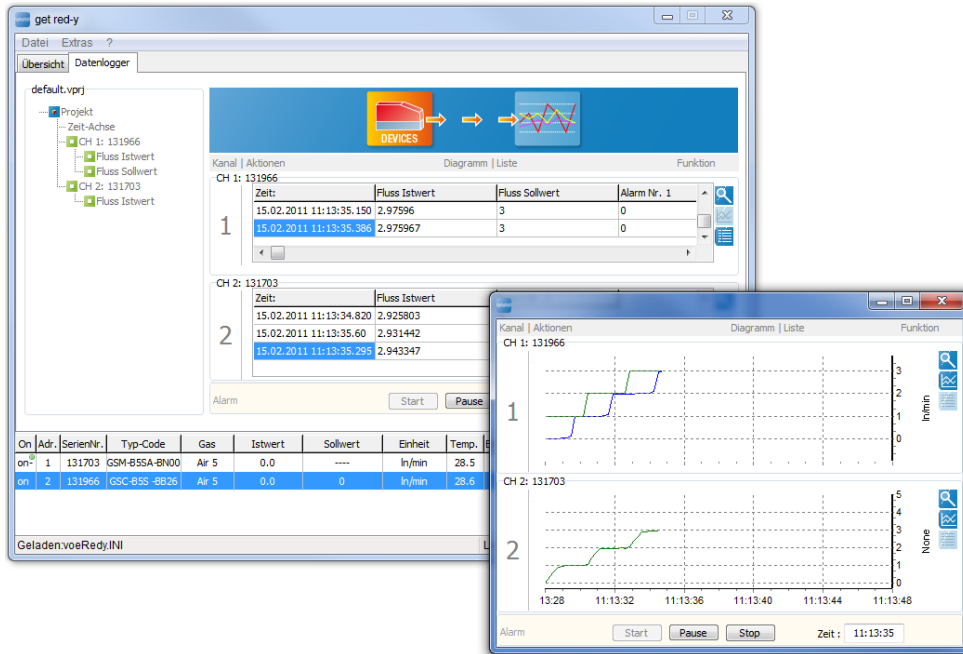

Abbildung 41: Darstellung der Messwerte in tabellarischer und graphischer Form
- Die Daten dieses Kanals werden in einem separaten Fenster dargestellt (Siehe Abbildung 41).
- Die Daten werden in tabellarischer Form dargestellt, (Siehe Abbildung 41).